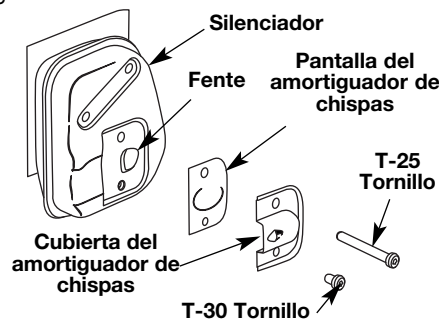

Fig. 39
2. Con un destornillador plano de la lámina o un pedacito torx T-20 y un pedacito T-25, quite los tornillos que unen el desviador de los pararrayos de la chispa al silenciador (Fig. 39).